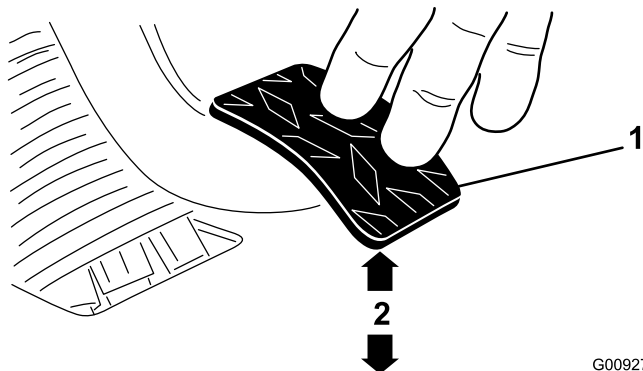

Figura 74
3. Regolate i controdadi o il giunto a sfera fino a quando, applicando sul pedale una forza di 1,8 kg, il bordo inferiore posteriore del pedale della frizione si trova a una distanza di $9,5 \pm 0,3$ cm dalla superficie del pianale del veicolo (Figura 74).